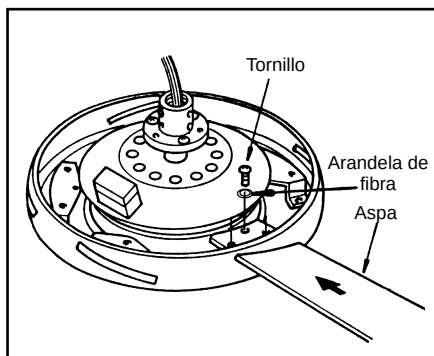

Fig.6
Paso 3. (Fig. 6 y 7) Introduzca la aspa por la ranura de la aspas en el ensamblaje del motor. Alinee los agujeros de las aspas con los del motor y asegure con los tornillos apropiados. Repita el proceso con las otras aspas. Re-instale la cubierta superior.